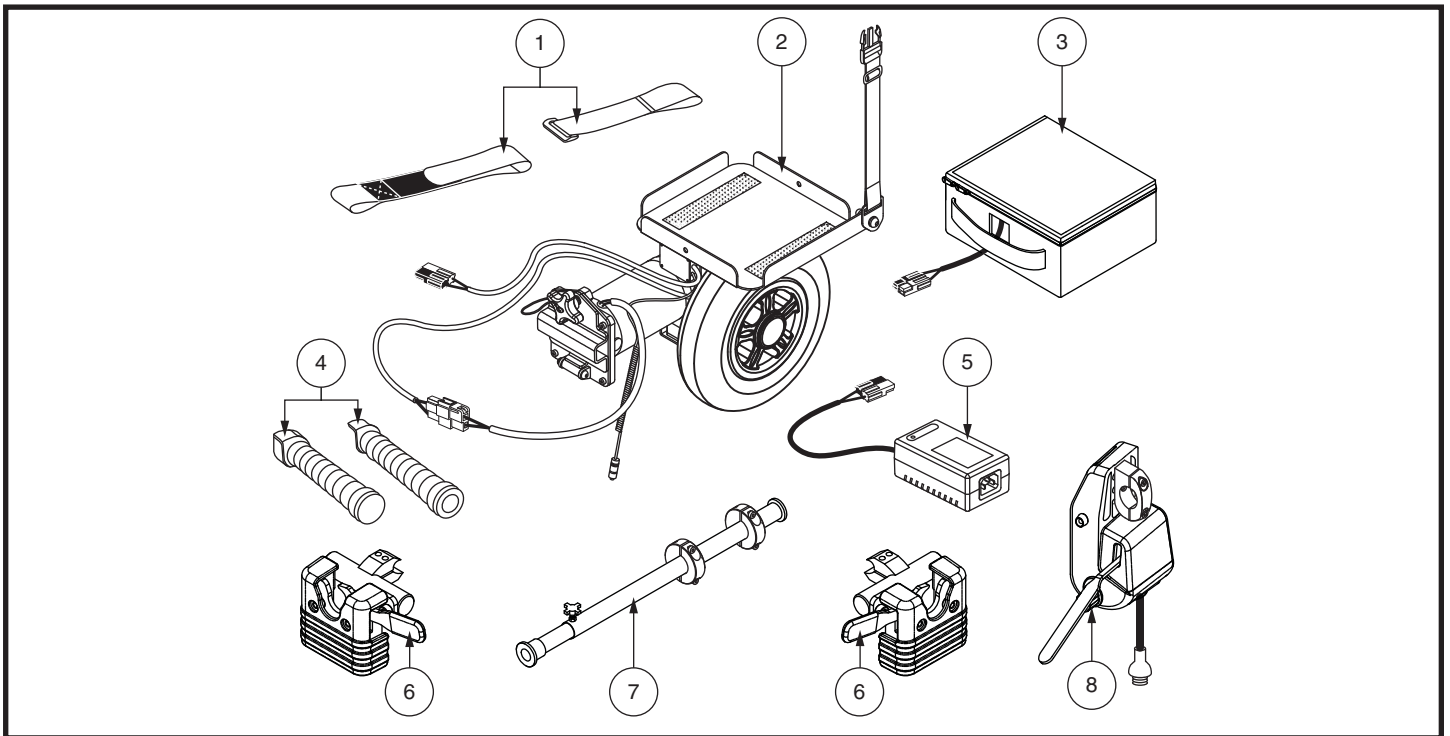

Figura 1. Componenti del Power Glide (nell'illustrazione il modello mono-ruota)
**Il Power Glide è composto da (vedere figura 1):**
1. Verificare di disporre di tutti i componenti illustrati nella **figura 1**.